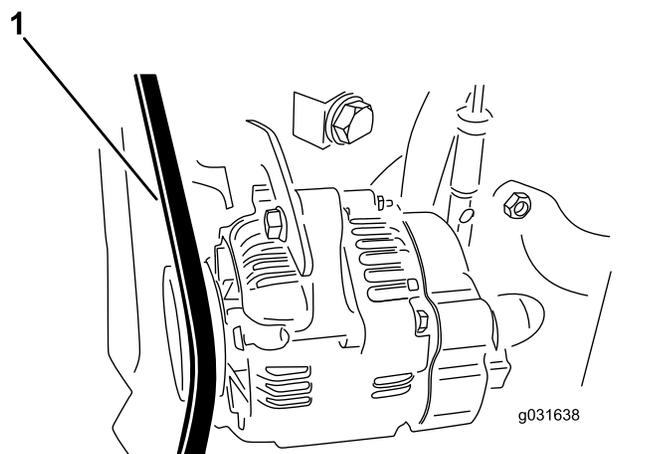

Figura 59
2. Applicare 30 N di forza sulla cinghia dell'alternatore in una posizione a metà tra le pulegge (Figura 59).